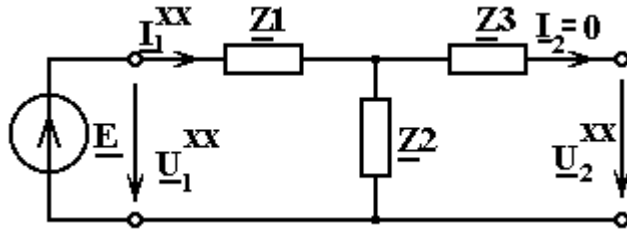

Рис. 5.11
3.1. Расчётная схема четырехполюсника (рис.5.11)